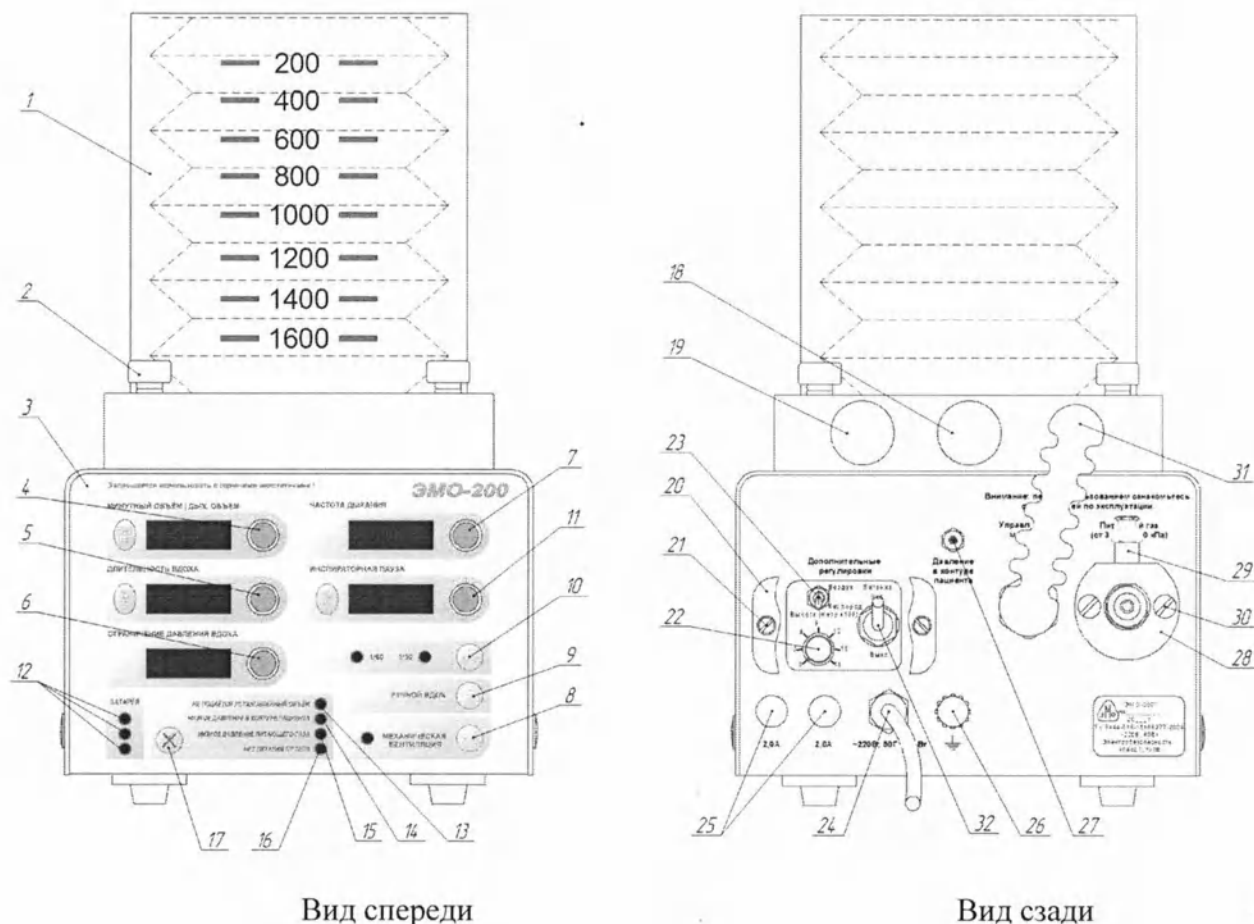

Рис. 1. Аппарат-приставка ЭМО-200.
1.1.3 Внешний вид аппарата с блоком взрослого меха приведён на рис. 1.
Аппарат с органами управления, индикации и элементами соединений представлены на рис. 1.